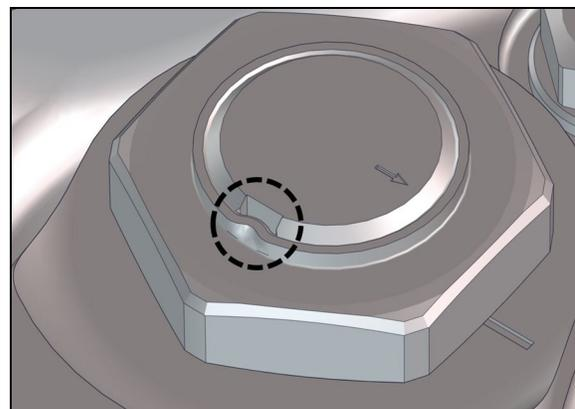

FIGURE 12
1. Pour dévisser et retirer l'écrou d'arbre de sortie du boîtier de direction assistée, d'abord, à l'aide d'un ciseau à froid, défaire la marque de poinçon qui verrouille l'écrou (FIGURE 12).